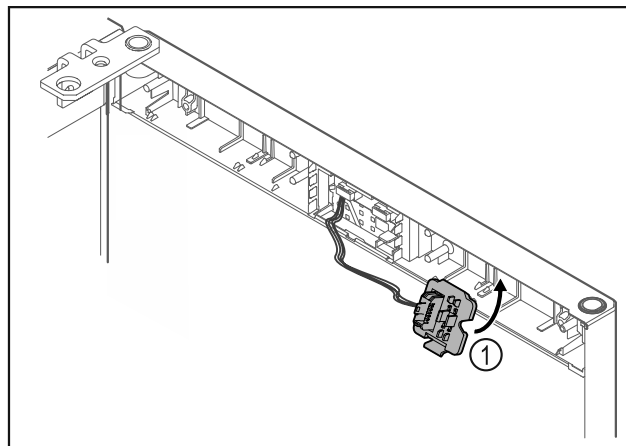

Fig. 24
- Nofiksējiet spraudņa turētāju Fig. 24 (1) pretējā pusē.